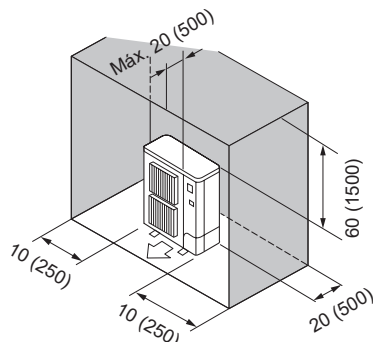

Fig. 2-10
- ⑥ Obstáculos en la parte trasera, los laterales y superior (Fig. 2-10)